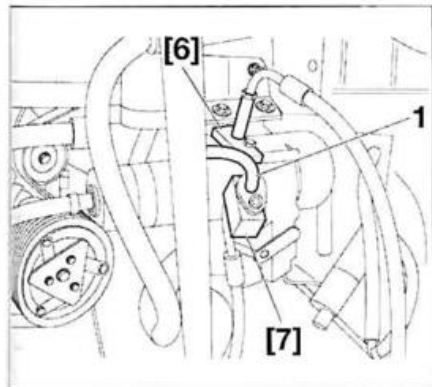

FIG. 22
- Separar el tubo de alta presión (1) (fig. 22).